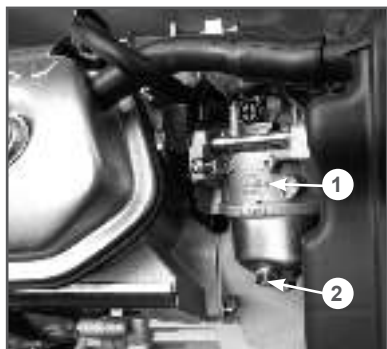

Рис. 20 Слив топлива из карбюратора
- Открутите болт 2 на карбюраторе 1 (Рис. 20) и слейте топливо из поплавковой камеры в подготовленную для этого емкость.
2. Слейте топливо из карбюратора (Рис. 20).